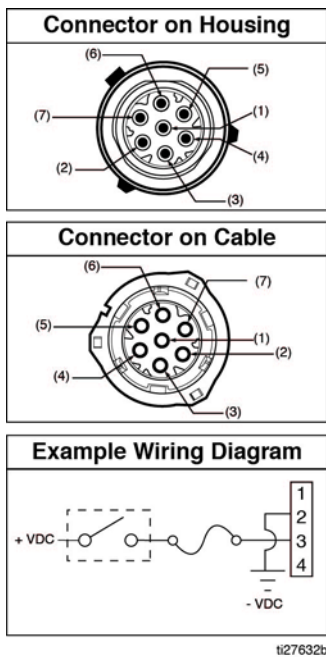

FIG. 5
- Per identificare la posizione corretta nel connettore, vedere il layout dei contatti nella FIG. 5.
Contatti e colori dei relativi cavi (FIG. 5, pagina 15)